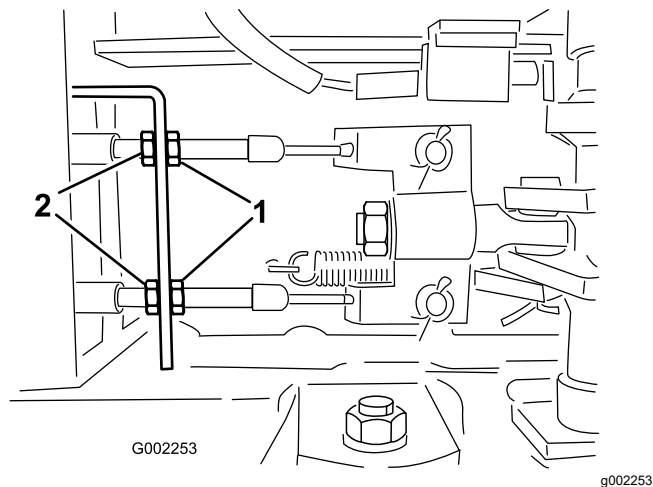

图 95
5. 松开打药机前端下面的刹车线上的前锁紧螺母 图 95。
6. 均匀地旋紧后锁紧螺母直至刹车踏板移动 12cm 时即感觉到阻力 图 95。